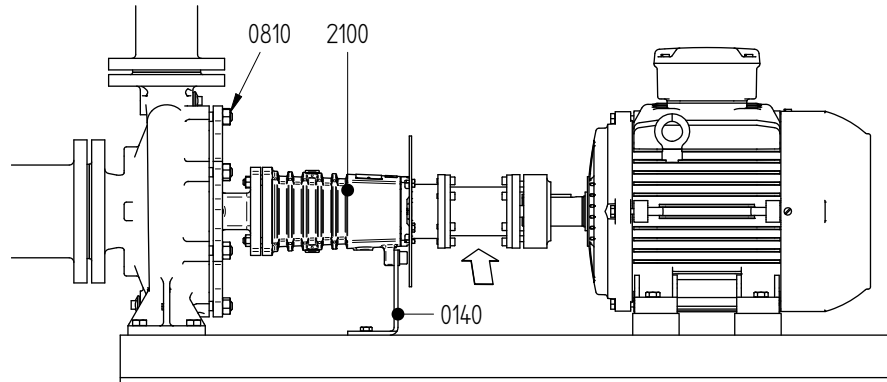

Figura 7: Princípio do sistema Back-Pull-Out.
- 2 Desaperte o suporte de rolamento (0140) da placa de base. Consulte a figura 7.